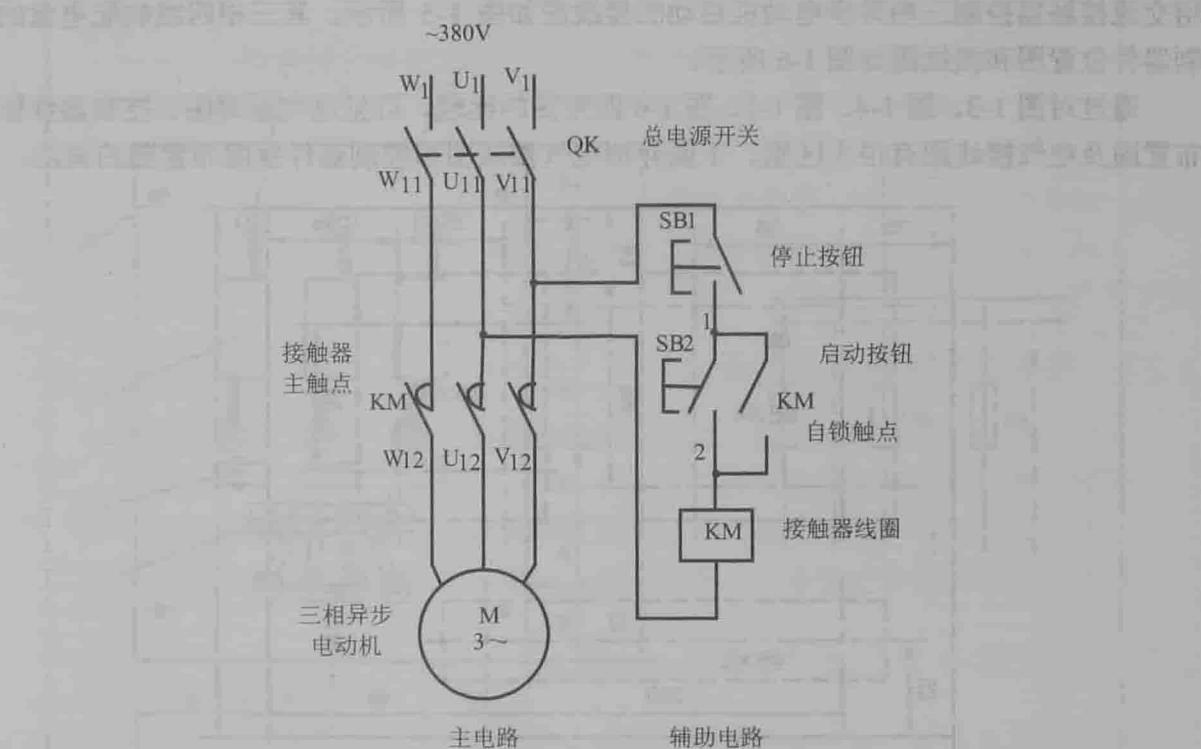
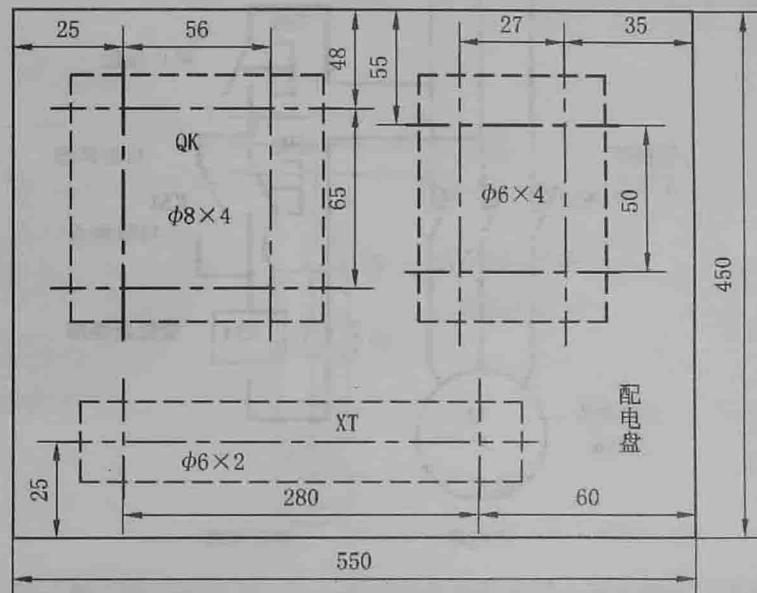
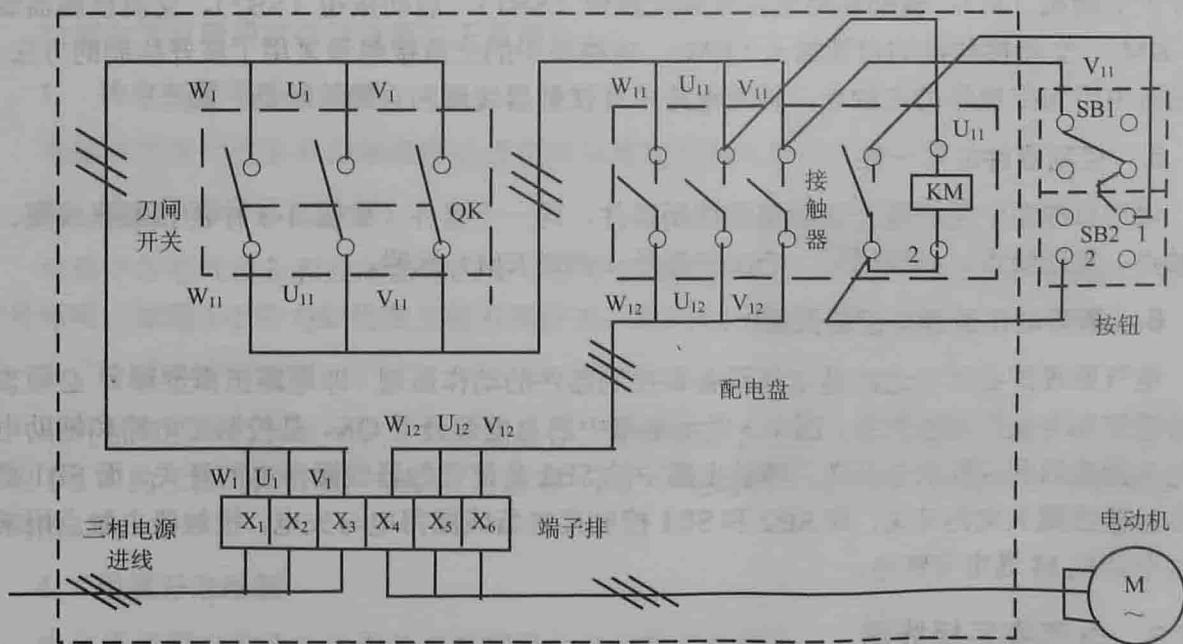
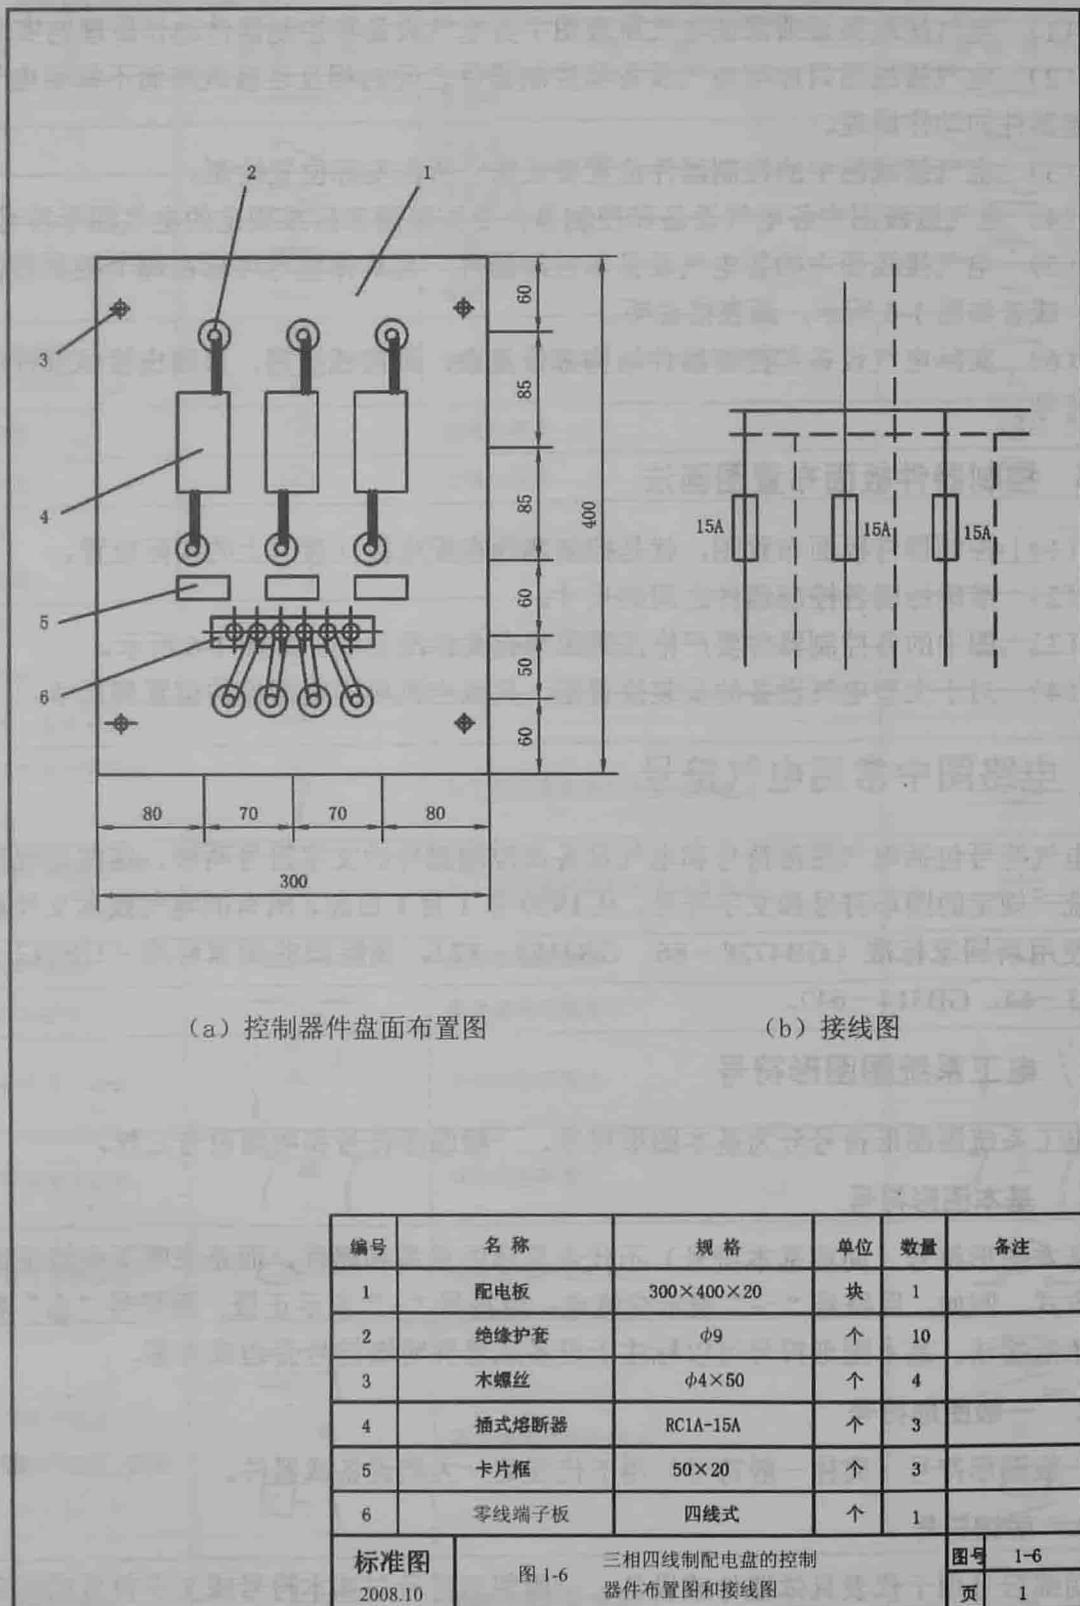

图 1-3 用交流接触器控制三相异步电动机启动与停止的电气原理图
图 1-4 用交流接触器控制三相异步电动机启动的控制器件板面布置图
图 1-5 用交流接触器控制三相异步电动机启动的接线图
图 1-6 三相四线制配电盘的控制器件布置图和接线图
这里所列举的用交流接触器控制三相异步电动机启动与停止的电气原理图如图 1-3 所示。
由图 1-3 所示电路可见，主电路包括有总电源开关（QK）、接触器（KM）主触点、三相异步电动机（M）；辅助电路包括有停止按钮（SB1）、启动按钮（SB2）、交流接触器线圈（KM）、交流接触器的自锁触点（KM）。电路图中的交流接触器采用了展开绘制的方法。主电路中用到接触器的主触点，辅助电路中有接触器线圈和自锁（辅助）触点。
电气原理图中采用展开法绘制的控制器件，同一个器件（如图 1-3 中的接触器线圈、主触点、辅助触点）必须用同一个文字符号（例如 KM）标明。
电气原理图必须表达清楚电气设备和控制器件的动作原理（即电路工作过程），必须表达清楚控制与被控制的关系。图 1-3 所示电路中的总电源开关 QK，是控制主电路和辅助电路与电源接通和关断的总开关。辅助电路中的 SB2 是使接触器线圈得电的开关，而 SB1 是使接触器线圈失电的开关，即 SB2 和 SB1 控制接触器线圈得电与失电；接触器主触点用来控制电动机 M 通电与断电。
电气安装接线图分为控制器件板面布置图和控制器件接线图两种。控制器件板面布置图，应该清楚画出各控制器件在配电板（盘）上明确的位置，各控制器件之间的距离以及固定各控制器件所需的钻孔位置和钻孔尺寸。用交流接触器控制三相异步电动机启动的控制器件板面布置图如图 1-4 所示。接线图应该画出各控制器件之间连线及具体的连接方法。用交流接触器控制三相异步电动机启动的接线图如图 1-5 所示。其三相四线制配电盘的控制器件位置图和接线图如图 1-6 所示。
通过对图 1-3、图 1-4、图 1-5、图 1-6 四张图的比较，可见电气原理图、控制器件板面布置图及电气接线图有很大区别。下面介绍电气接线图和控制器件板面布置图的画法。
- (1) 电气接线图必须保证电气原理图中各电气设备和控制器件动作原理的实现。
- (2) 电气接线图只标明电气设备和控制器件之间的相互连接线路而不标明电气设备和控制器件的动作原理。
- (3) 电气接线图中的控制器件位置要依据它所在实际位置绘制。
- (4) 电气接线图中各电气设备和控制器件要按照国家标准规定的电气图形符号绘制。
- (5) 电气接线图中的各电气设备和控制器件，其具体型号可标在每个控制器件图形旁边，或者如图 1-6 所示，画表格说明。
- (6) 实际电气设备和控制器件结构都很复杂，画接线图时，只画出接线部件的电气图形符号。
- (1) 控制器件板面布置图，就是控制器件在配电板（盘）上的实际位置。
- (2) 准确标明各控制器件之间的尺寸。
- (3) 图中的各控制器件要严格按照国家有关标准绘制。如图 1-6 所示。
- (4) 对于大型电气设备的安装位置图，只画出机座固定螺栓的位置和尺寸。